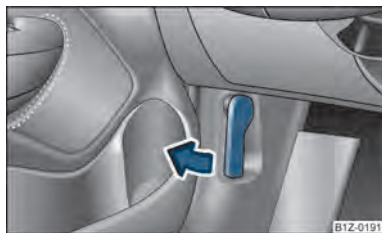

Fig. 148 Maneta de deblocare a capotei
- Trageți maneta de deblocare de sub bord, pe partea șoferului ⇒ fig. 148.
- Deblocați capota motorului ⇒ fig. 148.